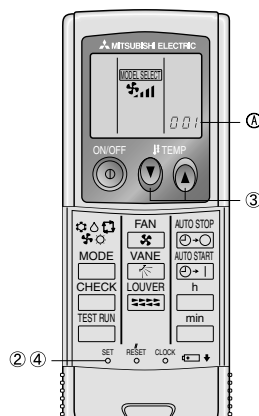

Fig. 6-6
- (1) Fije el soporte del mando a distancia en el lugar deseado atornillándolo con tacos.
- (2) Inserte la parte inferior del mando en el soporte.
- (A) Mando a distancia (B) Pared (C) Pantalla del mando (D) Receptor
3) Preparación inicial (Fig. 6-6)